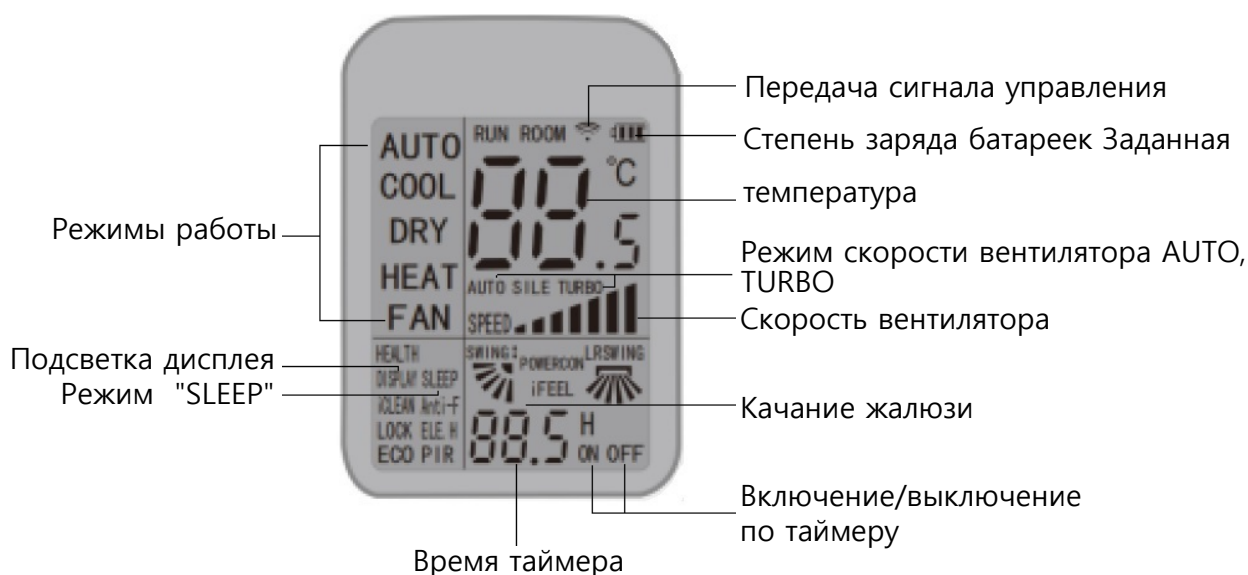

Рис.7
- **Индикация ЖК- дисплея пульта УК-L (рис.7)**